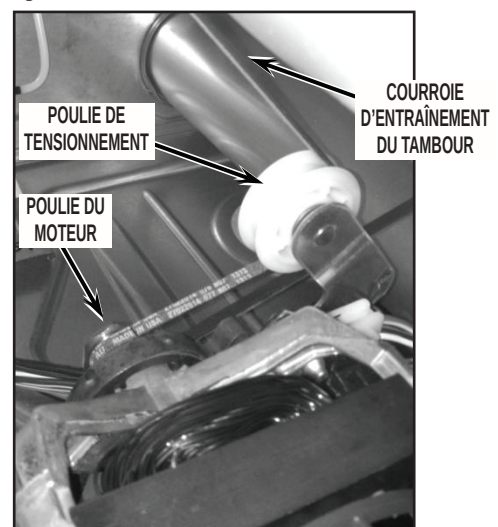

FIGURE 9
11. Supprimer la tension de la courroie d'entraînement du tambour : insérer la main dans la sècheuse juste au-dessous du tambour jusqu'à l'arrière du moteur d'entraînement; saisir et soulever la poulie de tensionnement pour supprimer la tension exercée sur la poulie, dégager la courroie de la poulie du moteur et abaisser doucement la poulie de tensionnement. Voir la Figure 9.
3. Lors de la réinstallation de la courroie du tambour, veiller à orienter les stries de la courroie vers la surface externe du tambour. Pousser le bras de la poulie de tensionnement vers le haut et placer la courroie en position comme on le voit à la Figure 9. Libérer lentement le bras de la poulie de tensionnement pour qu'il applique une tension sur la courroie. Soulever légèrement l'avant du tambour et effectuer un mouvement de rotation lente pour vérifier que la courroie est correctement placée.